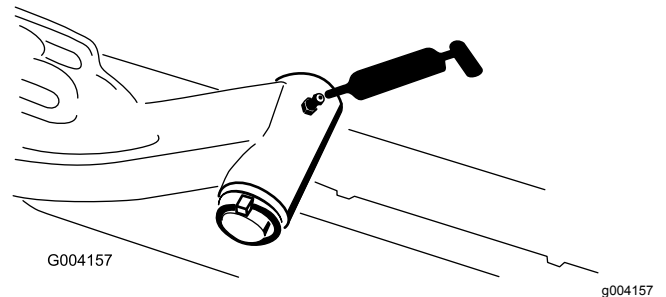

Figura 30
- Eje pivotante del brazo de elevación (1 en cada)—Figura 30